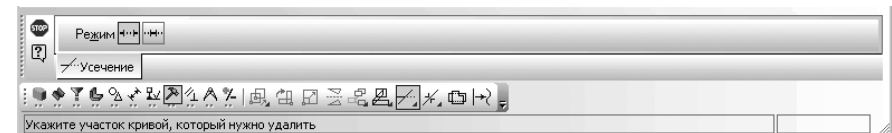

Рис. 2.69. Фрагмент главного окна системы: **Панель свойств: Усечь кривую**, **Компактная панель** с активной кнопкой – **Усечь кривую** и **Строка сообщений**
- щелкните в **Компактной панели** по кнопке переключателю – **Редактирование** – кнопке с изображением молотка, а затем в правой части панели по кнопке – **Усечь кривую**. Появится **Панель свойств: Усечь кривую** (рис. 2.69). В строке сообщений появится подсказка: **Укажите участок кривой, который нужно удалить**;